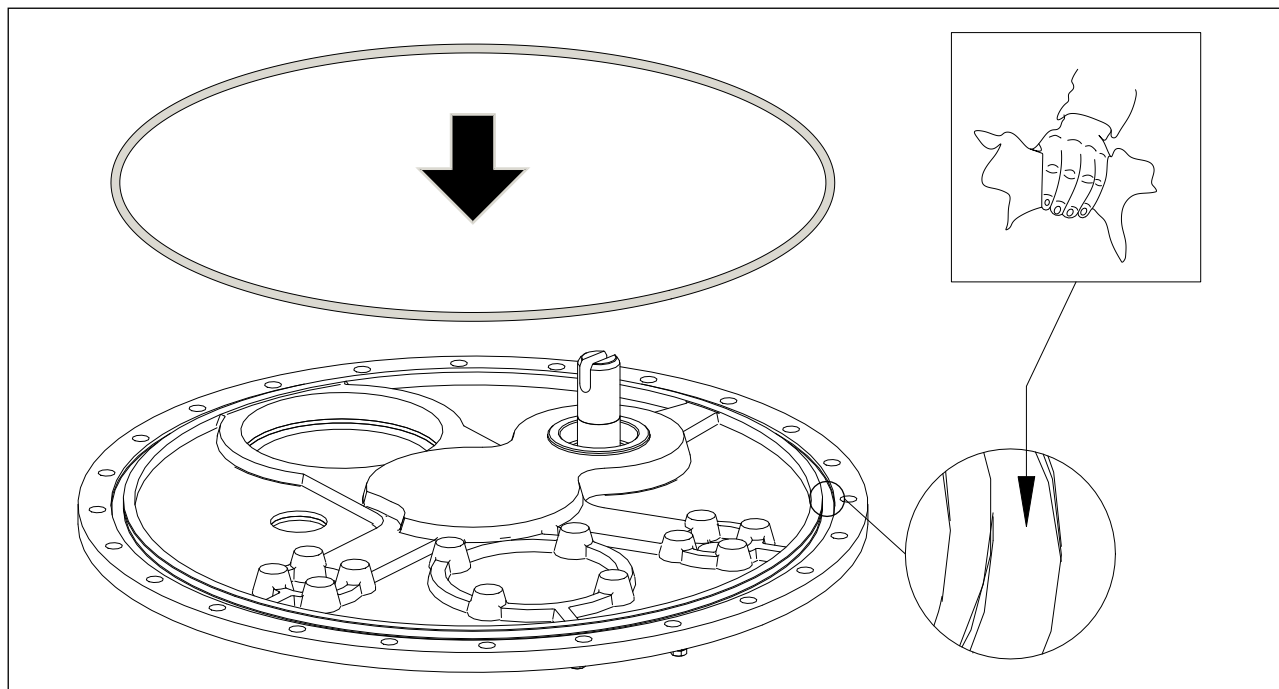

图 5-17 在顶盖上安装密封圈
1. 安装顶盖前，清洁密封面。在顶盖上安装密封圈，确保密封圈完好无损且安装位置正确。（见图 5-17）。